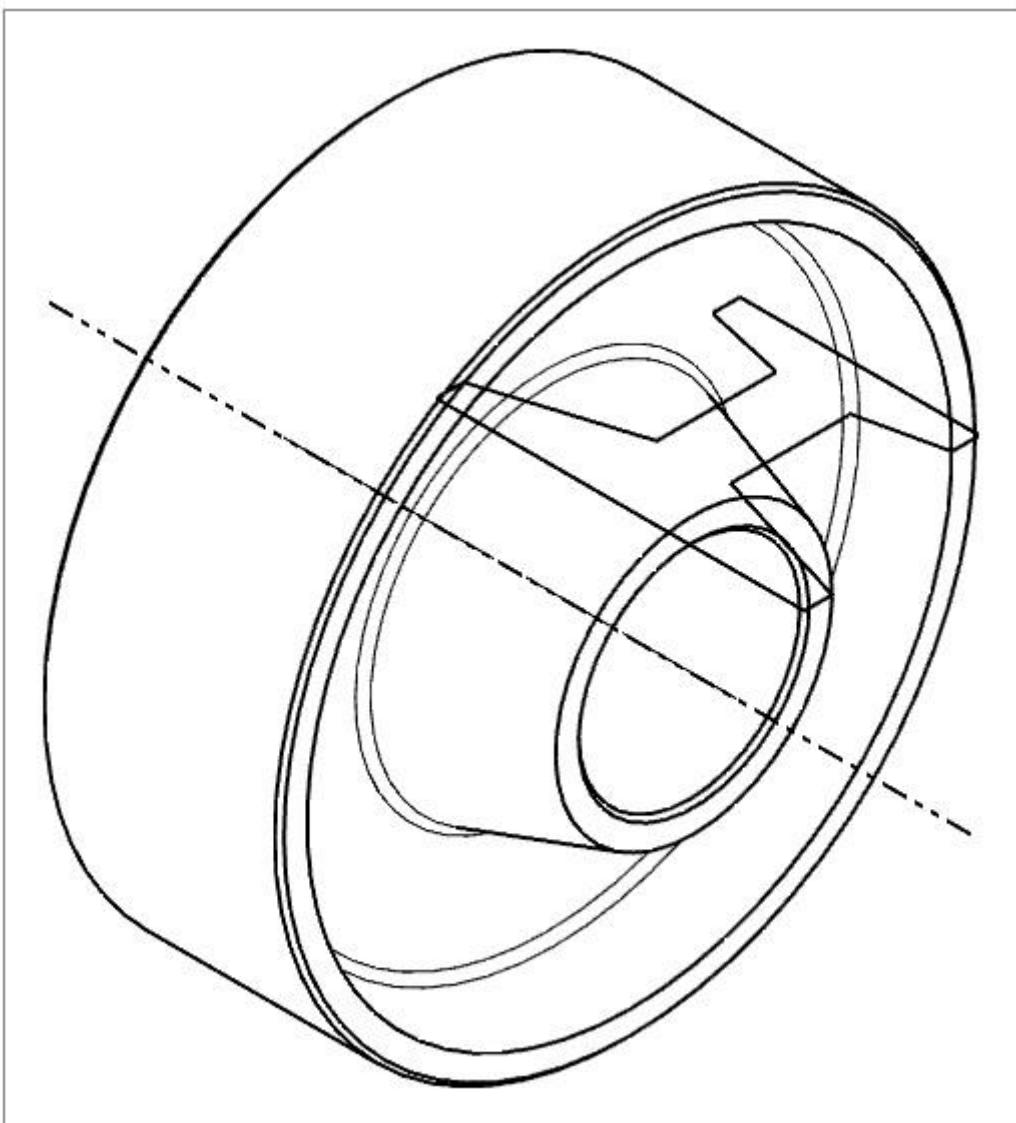

Рисунок 50 – Прозрачный вид модели «Колесо»
2. Закончить эскиз. Выполнить операцию «Вращение». На внешние и внутренние ребра добавить операцию «Скругление ребра» (см. Рисунок 50).